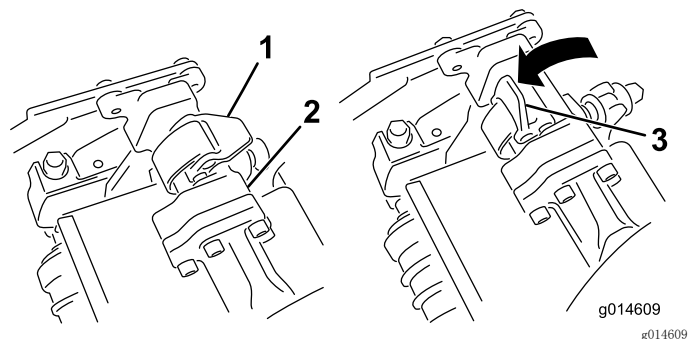
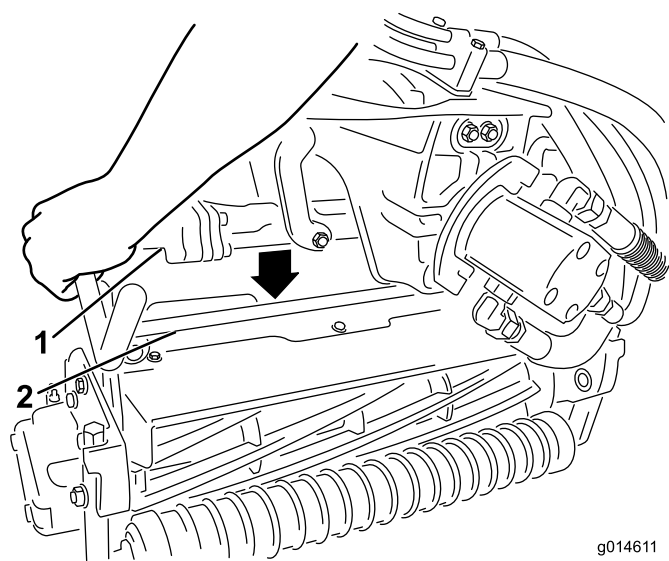

图 12
图 13
- 当悬挂臂杆上的门锁指向上方（即打开）时（图 12），向下压悬挂臂，使悬挂臂杆与滚刀组上方的支架相契合（图 13）。
- 向下并绕着滚刀组横杆关闭门锁，将它们锁定到位（图 12）。